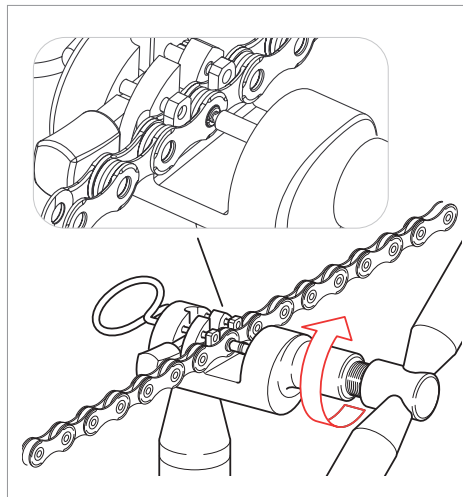

Fig.19
- Atornillar la herramienta hasta poner la pieza de empuje en contacto con el extremo saliente del casquillo Ultra-link 5-CN-SR700 y, realizando aproximadamente 3/4 de vuelta, ejercer una fuerza moderada en la misma hasta deformarla (Fig. 19).